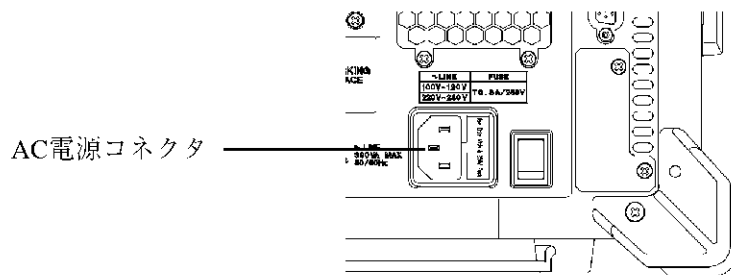

図 3-8 電源ケーブルの接続
2. 本器背面パネルの AC 電源コネクタと、保護接地端子を備えた3極電源コンセントを付属の電源ケーブルで接続します (図 3-8 を参照)。